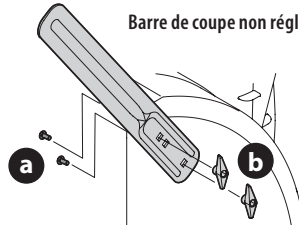

Figure 44
1. Retirez les boulons de carrosserie (a) et les écrous à oreilles (b) fournis avec les barres de coupe. Voir Figure 44.
2. À l'aide des boulons de carrosserie et de l'écrou à oreilles retirés à l'étape 1, fixez les barres de coupe sur le logement de la vis sans fin, comme indiqué à la Figure 44.